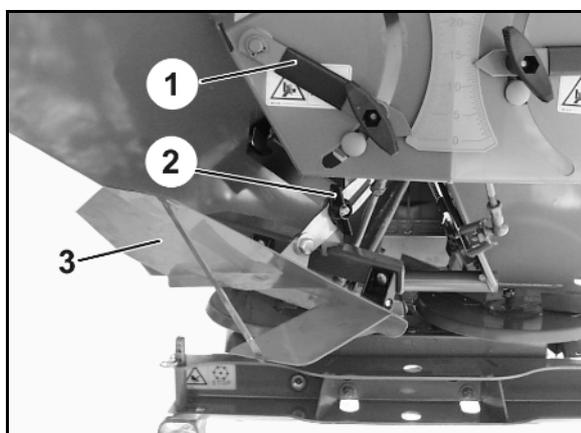

Fig. 88
1. Enlevez la goupille beta (Fig. 88/1).
2. Retirez la rehausse de la tête d'agitation (Fig. 88/2).